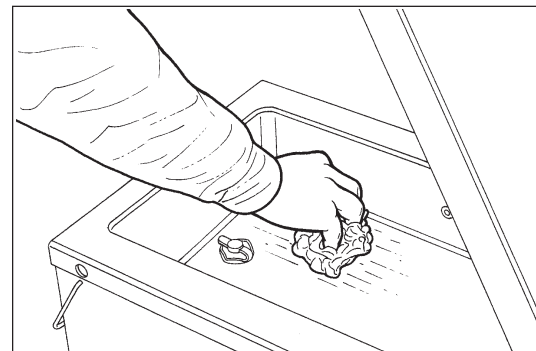

Fig. 5
- 6) Avec un chiffon doux imbibé d'une solution détergente et/ou désinfectante, nettoyer le fond et les surfaces latérales de la chambre à vide (Fig. 5) ; une fois le nettoyage terminé, pour le remontage suivre l'ordre inverse.